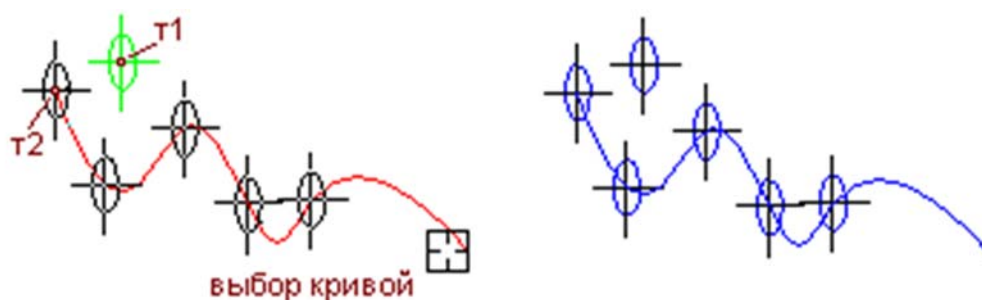

Рис. 113. Пример копирования по кривой
6. Указать на кривой начальную точку копирования (**t2**). С этой точкой совпадет базовая точка первого экземпляра массива (рис. 113).